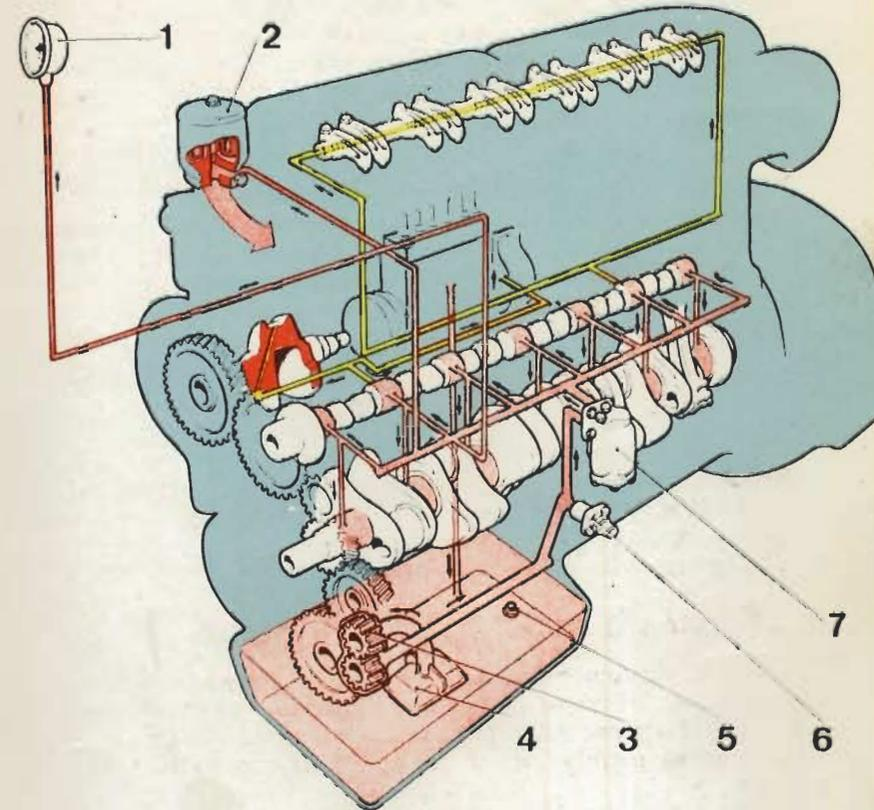

Fig. 2.7. - Esquema del circuito de lubricación
2.8 ELEMENTO DEL CIRCUITO DE LUBRICACIÓN (fig. 2.7)